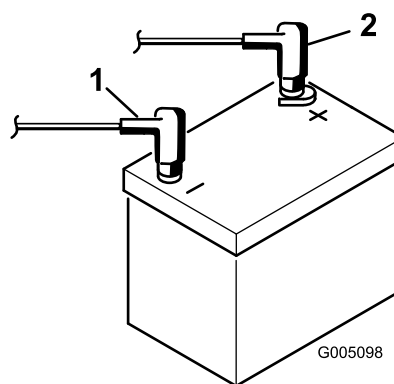

Figure 8
8. Raccordez le câble positif (rouge) de la batterie à la borne positive (+) et le câble négatif (noir) à la borne négative (-) et fixez-les en place avec les vis et les écrous (Figure 8). Placez le capuchon protecteur sur la borne positive pour éviter les courts-circuits.